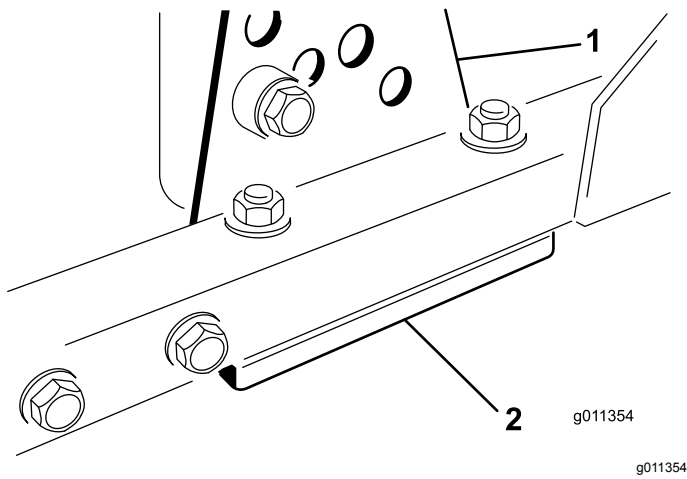

Bild 102
1. Entfernen Sie die Schnitthöhen-Einstellhalterung (vorne, links oder rechts) vom Mähwerkrahmen (Bild 102).
2. Führen Sie 1,5-mm- und/oder 0,7-mm-Beilagscheiben zwischen dem Mähwerkrahmen und der Halterung ein, um die gewünschte Schnitthöhe zu erhalten (Bild 102).